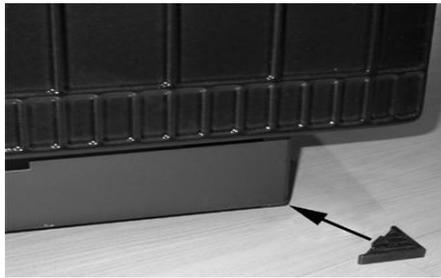

Abbildung 1: Montage der Kunststoffunterlage
- Die im Aschekasten befindlichen Kunststoffunterlagen unter den 4 Ofenfüßen legen (siehe Abb. 1).